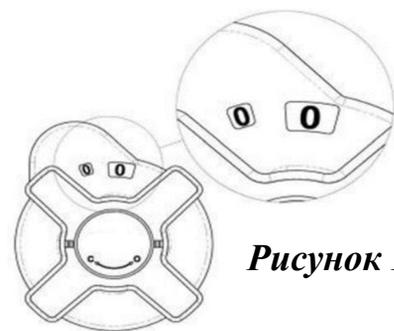

Рисунок 1
- Настройка клапана отображается в двух окошках на рукоятке. Левое окошко указывает количество полных оборотов; правое - сотые доли каждого оборота с интервалом 0,05 (рис. 1). В закрытом положении в окошках отображается значение 0,0.